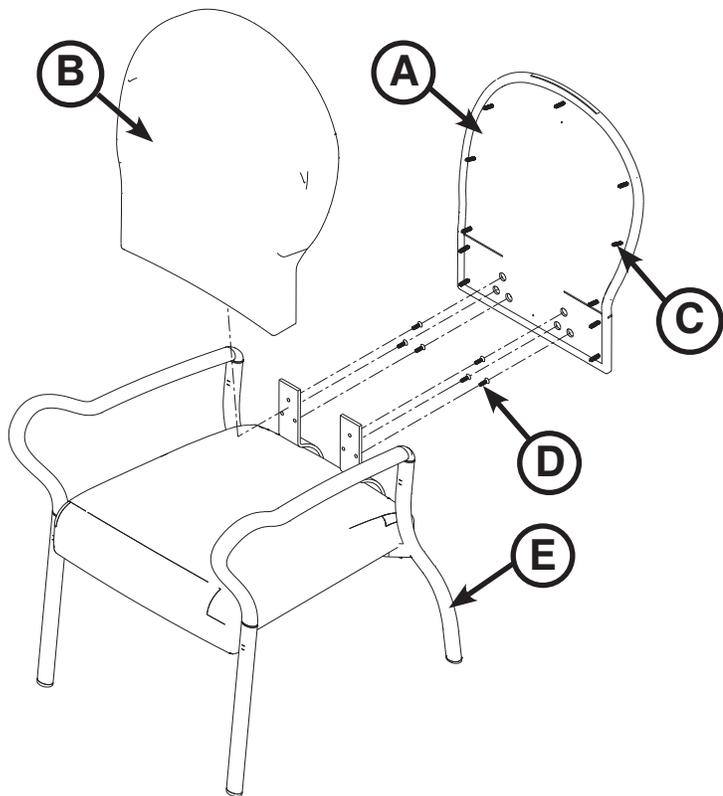

Figure 10 : Remplacement du dossier (modèle 4855 illustré)
1. À l'aide d'un tournevis à lame plate no 2, détacher soigneusement le panneau arrière (A) du coussin de dossier (B) (Figure 10).
Remarque : Onze rivets à pression (C) maintiennent le panneau arrière au coussin du dossier (Figure 10).
2. À l'aide d'un tournevis cruciforme n° 3, retirer les six vis (D) qui maintiennent le coussin dorsal au châssis du fauteuil (E) et retirer le coussin dorsal (Figure 10). Jeter le coussin dorsal, le panneau arrière et les vis.